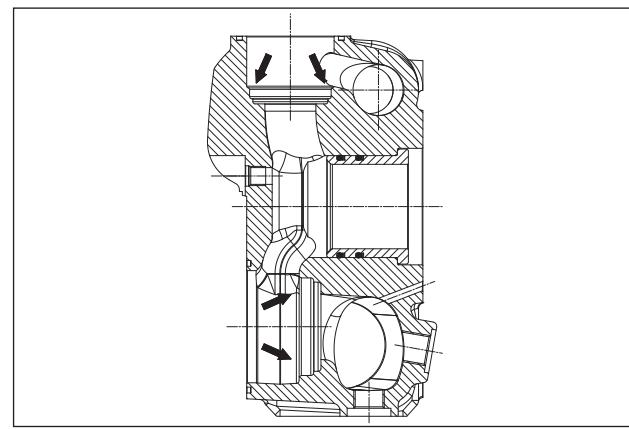

Fig. 145
Antes de volver a colocar los grupos de válvula, limpiar y secar perfectamente los correspondientes alojamientos en la cabeza tal y como indican las flechas (pos. ①, Fig. 145).